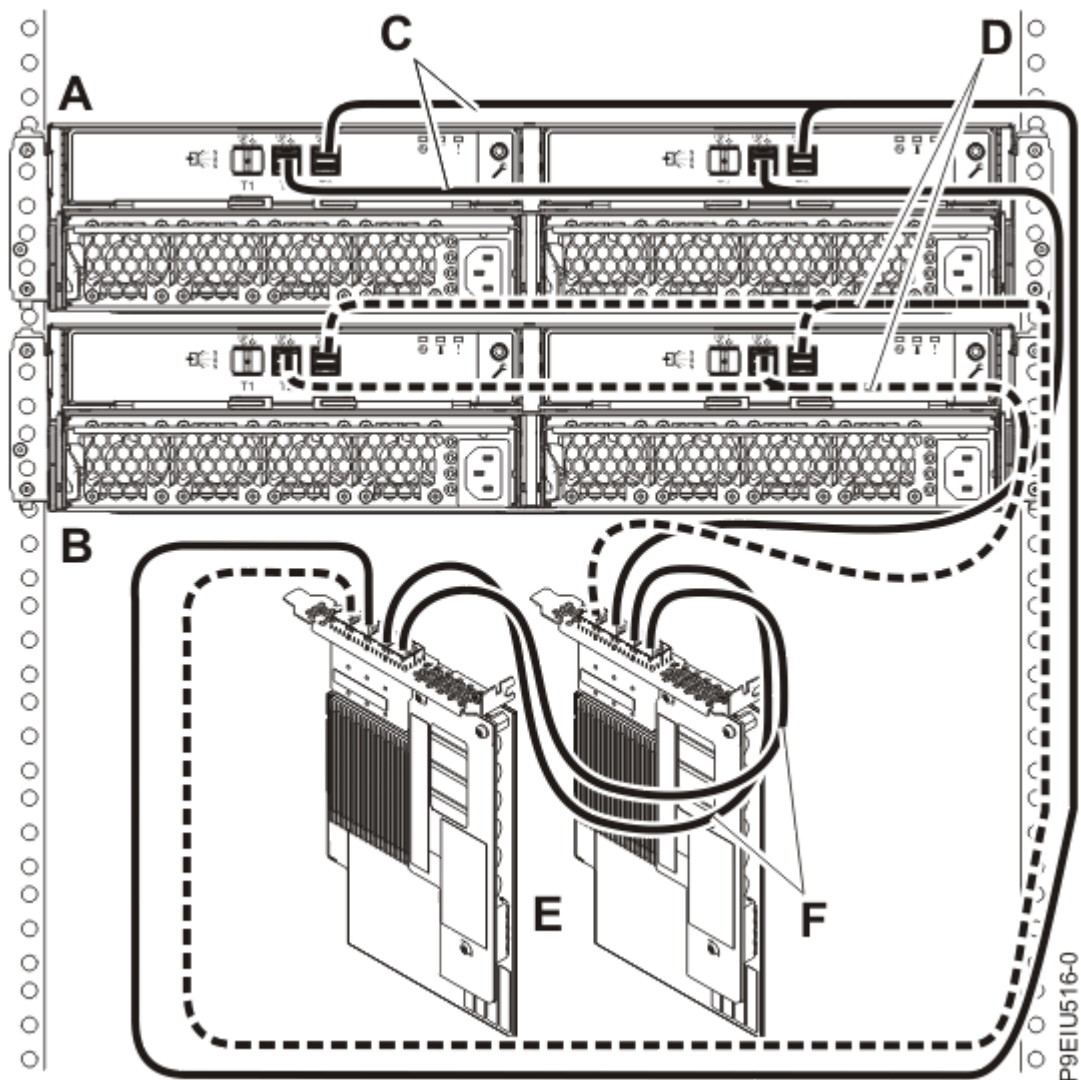

図 16. AA ケーブル付きの 1 対の FC EJ0L SAS アダプター・ペアまたは FC EJ14 SAS アダプター・ペアへの Y012 ケーブルを使用した、2 台の ESSL ストレージ・エンクロージャーまたは ESLS ストレージ・エンクロージャーのモード 1 接続
16. 次に、22 ページの図 16 に示すように、AA ケーブル (F) 付きの 1 対の FC EJ0L SAS アダプター・ペアまたは FC EJ14 SAS アダプター・ペア (E) への YO12 ケーブル (C および D) を使用して 2 台のエンクロージャー (A および B) のモード 1 接続を実行してから、30 ページの『ケーブルと電源コードの接続およびカバーの取り付け』に進みます。
- ・ SAS アダプター・ペア (E) の各アダプターは、他方のアダプターおよび 24 個または 48 個のドライブ・ベイのすべてにアクセスできます。